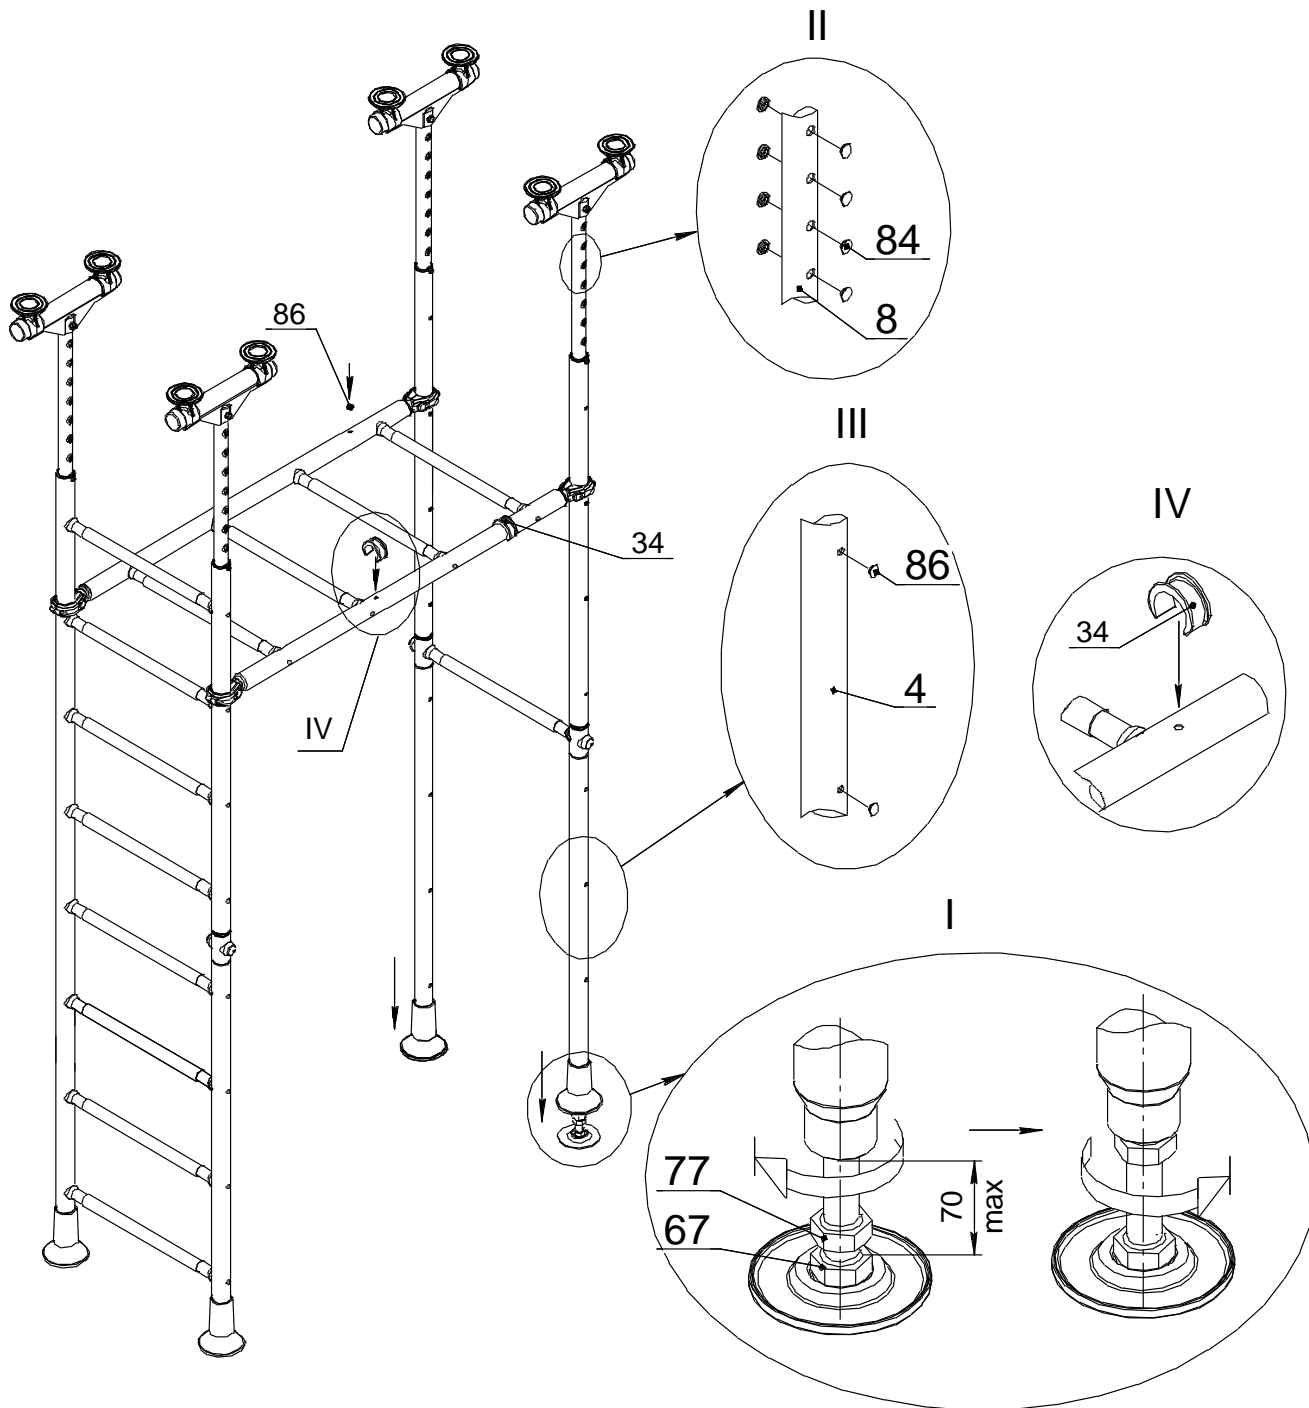

Рис.8
10.5.8 Установить стойки и закрепить рукоход (рис.8).